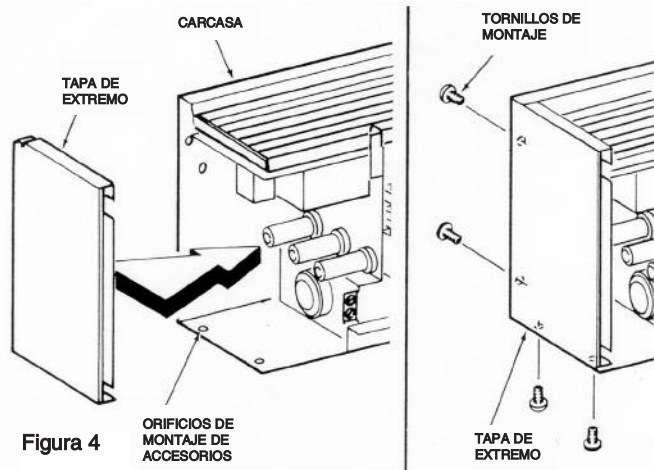

Figura 4
3. Instale las tapas de extremo (deben comprarse por separado) en ambos extremos de la carcasa/alojamiento/caja del calefactor. Consulte la Figura 4 para obtener detalles de la instalación de las tapas de extremo.
6. Instale las tapas de extremo (6) en el extremo exterior del último calefactor (7) y (9) utilizando cuatro tornillos #6 suministrados con las tapas de extremo. (Consulte la Figura 4 para ver detalles de la instalación de las tapas de extremo).